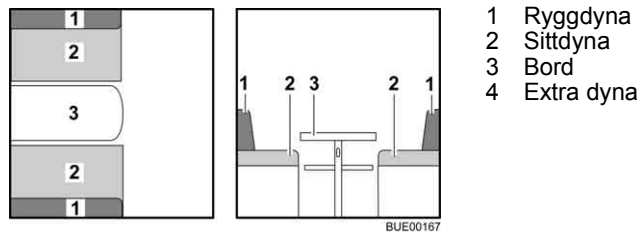

Bild 123 Före ombyggnaden
- Bygg om bordet (Bild 123,3) till sängbotten (se avsnitt 6.11).
- Tag bort ryggdynorna (Bild 123,1) och lägg dem åt sidan.